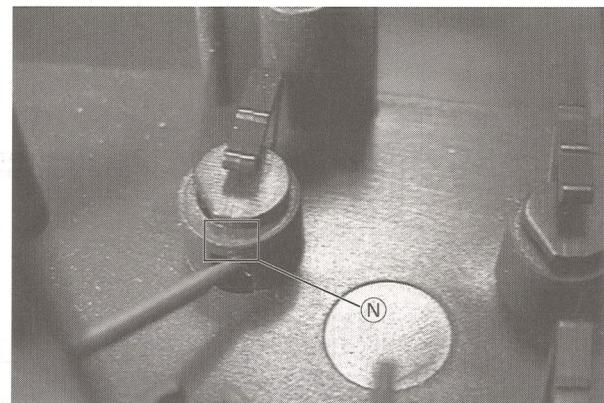

Fig. 7
- Die 3 Rastnasen (M) zusammen ausrasten. Die Tasteneinheit kann jetzt nach außen entnommen werden.
8. Ausbau der Tasten (Fig. 7)
- Mit einem kleinen Schraubendreher die Tasten herausheben. Ein Abbrechen der Nase (N) ist für die Funktion ohne Bedeutung.
- Disengage the 3 catches (M) together. The buttons can now be removed towards the outside.
8. Disassembling of the Buttons (Fig. 7)
- Lift off the button with a small screw driver. Breaking the nose (N) does not affect the function.